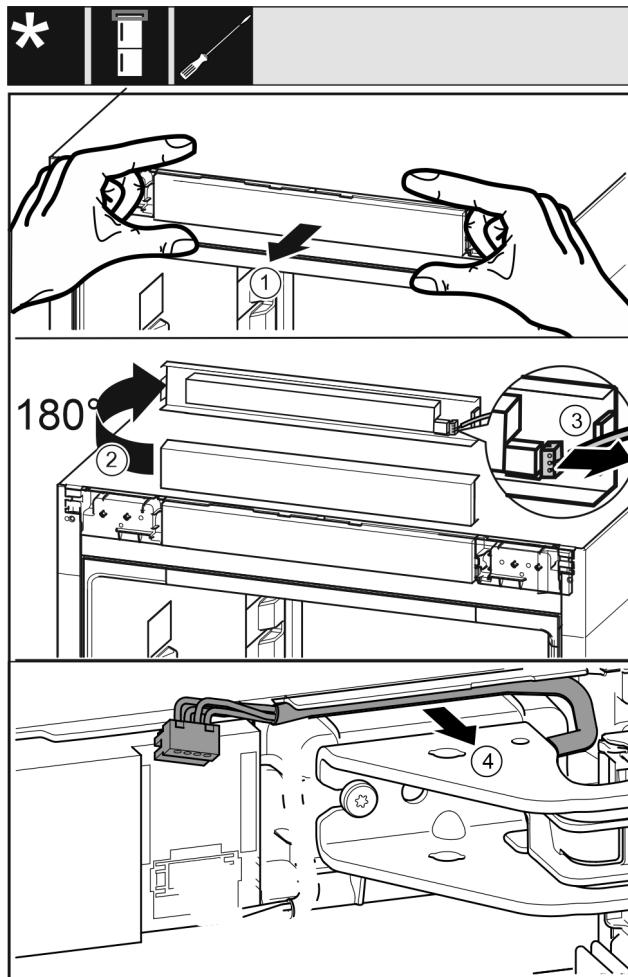

Fig. 6
- Обережно ослабити невелику панель керування пристрою вперед. Fig. 6 (1)
- Повернути невелику панель керування вгору на 180°. Fig. 6 (2)
- Притисніть фіксувальний виступ вниз та обережно витягніть штекер. Fig. 6 (3)
- Обережно від'єднайте кabel над опорним кронштейном від направляючої. Fig. 6 (4)